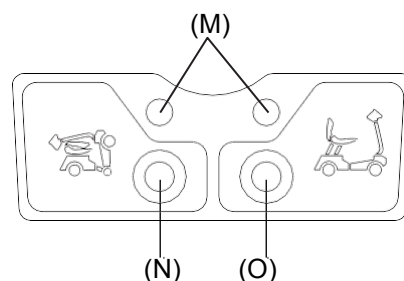
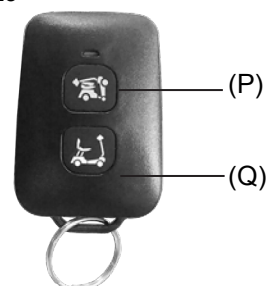

Bild 23
Bild 24
- När scootern är avstängd och befinner sig i vänteläge för ihop-/uppfällning lyser scooters indikatorlampa för ihop-/uppfällning med orange ljus. (Bild 23)
- Knappar på scootern (bild 23)
- Tryck en gång på ihopfällningsknappen (N) för att fälla ihop den automatiskt. Se till att scootern är helt utsträckt innan den fälls ihop.
- Tryck en gång på uppfällningsknappen (O) för att fälla upp den automatiskt. Se till att scootern är helt ihopfälld innan den fälls upp.
- Tryck på (N)/(O) igen för att fälla ihop/upp om ihop-/uppfällningen avbryts.
- Knappar på manöverboxen (bild 24)
- Tryck en gång på ihopfällningsknappen (P) för att fälla ihop den automatiskt. Se till att scootern är helt utsträckt innan den fälls ihop.
- Tryck en gång på uppfällningsknappen (Q) för att fälla upp den automatiskt. Se till att scootern är helt ihopfälld innan den fälls upp.
- Tryck på (P)/(Q) igen för att fälla ihop/upp om ihop-/uppfällningen avbryts.